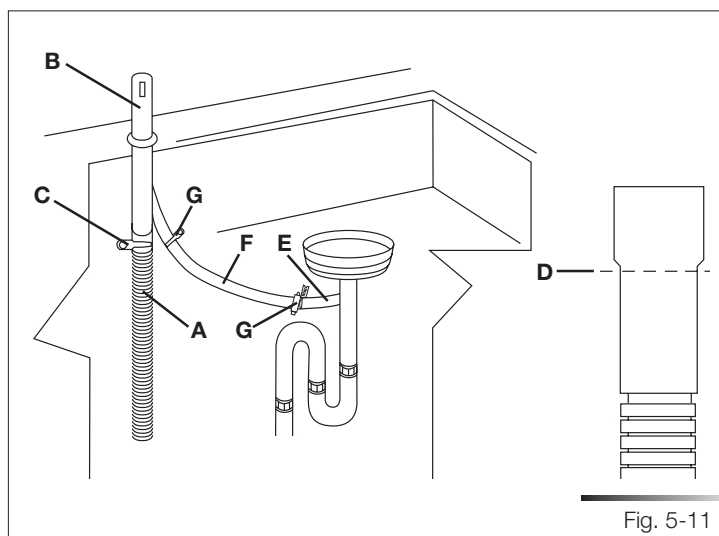

Fig. 5-11
1. Conecte el tubo de evacuación del lavavajillas (ref. A fig. 5-11) al hueco de aire (ref. B fig. 5-11) mediante la amplia abrazadera de muelle (ref. C fig. 5-11); si es necesario, corte el extremo del tubo de evacuación del lavavajillas (ref. D fig. 5-11) (no corte la sección ondulada). Si se ha cortado el tubo de evacuación, utilice una abrazadera de destornillador\* de 38 a 50 mm (de 1-1/2 a 2").
2. Para conectar el hueco de aire (ref. B fig. 5-11) al empalme en "T" (ref. E fig. 5-11) del circuito de evacuación, utilice un empalme de goma\* (ref. F fig. 5-11) con abrazaderas de muelle o de destornillador\* (ref. G fig. 5-11).